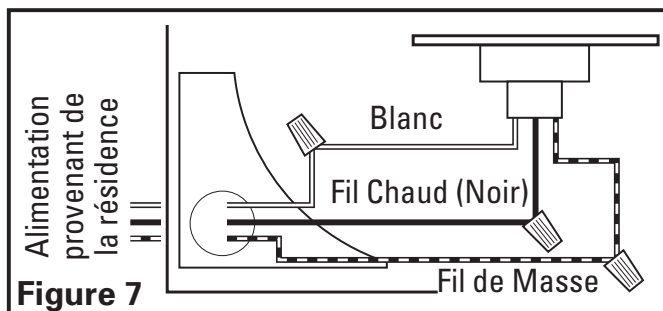

Figure 7
2. De là où vous avez accès à l'intérieur de la boîte de jonction du ventilateur, connecter le fil Blanc provenant de la résidence au fil Blanc du réceptacle du ventilateur. Connecter le fil Noir de l'interrupteur mural au fil Noir du réceptacle du ventilateur. Connecter le fil de mise à la terre provenant de la résidence au fil Vert du réceptacle du ventilateur (**Figure 7**). Utiliser des méthodes approuvées pour toutes les connexions.